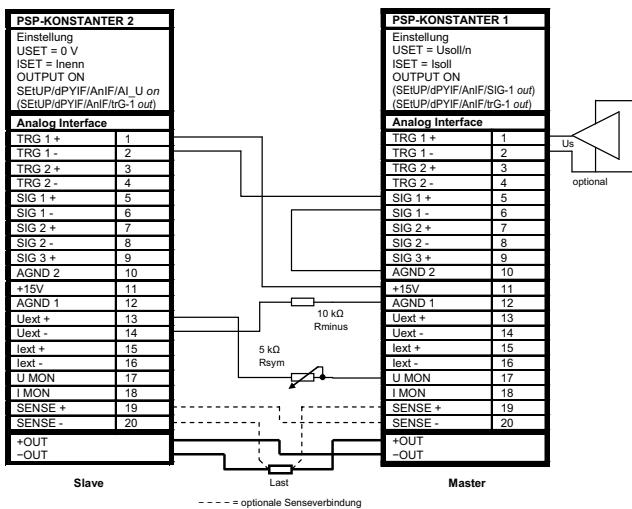

Bild 7.10.2 Verdrahtung für Master / Slave Serienschaltung
- Verkoppeln Sie Master- und Slave-Gerät(e) wie in Bild 7.10.2 dargestellt.
- Damit wie im Beispiel Bild 7.10.2 der OUTUT ON Zustand der Slaves mit dem OUTPUT ON Zustand des Masters über die Signalausgangs- und Triggereingangsbeschaltung geschaltet wird, muss am Master „SEtUP/dPYIF/AIIF/SiG-(x1) out“ und an den Slaves „SEtUP/dPYIF/AIIF/trG-(x2) out“, (x1) und (x2) im Beispiel jeweils 1, eingestellt werden.